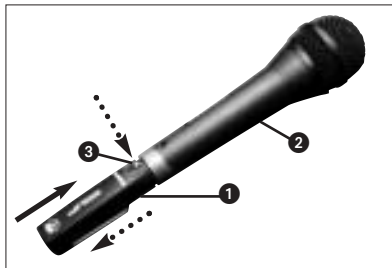

Fig. 4: Conectar y desconectar el emisor al y del micrófono
4.2 Conectar y desconectar el emisor (véase Fig. 4)
- Conecte el emisor (1) a su micrófono (2).
- Para desconectar el emisor (1), apriete el botón de desenclavamiento (3)